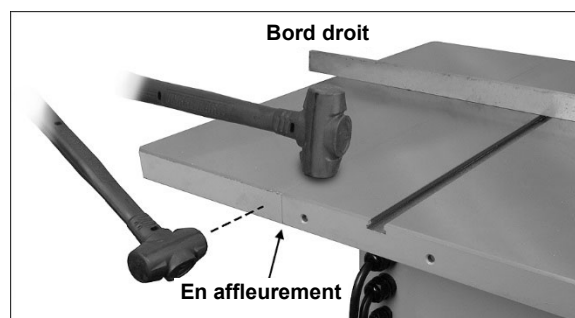

Figure 6-4 : mettre à niveau les rallonges, méthode 1
2. Installez une rallonge (B) au banc de scie. (Les rallonges sont identiques). Utilisez trois vis, rondelles de blocage et rondelles plates (HP-1/2/3). Serrez légèrement les vis avec une clé ou une douille de 17 mm. **NE PAS SERRER COMPLÈTEMENT À CE MOMENT.**
4. Le bord avant de l'oreille doit rester à égalité avec le bord avant du banc de scie. Si nécessaire, tapotez le bord avant de la rallonge avec un maillet en caoutchouc pour qu'elle soit à ras. Voir la Figure 6-4.
#### Méthode 1 (Figure 6-4) :
- Posez une règle de vérification sur le banc de scie et la rallonge, en l'étendant au-delà du bord de la rallonge, comme illustré dans la figure 6-4.